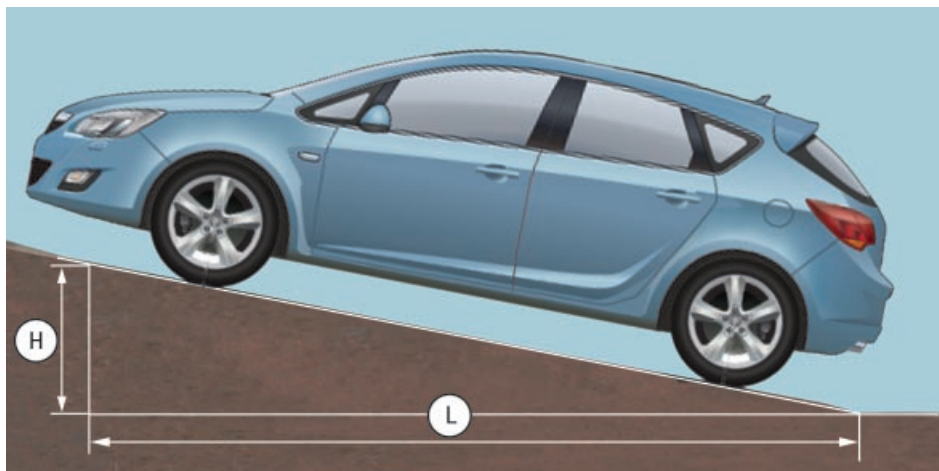

Рис. 9.5. Проверка стояночного тормоза
1. Для проверки правильности регулировки стояночного тормоза найдите вблизи места стоянки вашего автомобиля эстакаду или погрузочный пандус высотой $H = 1,25$ м при длине въезда $L = 5$ м (рис. 9.5). Такое соотношение соответствует уклону 25%.